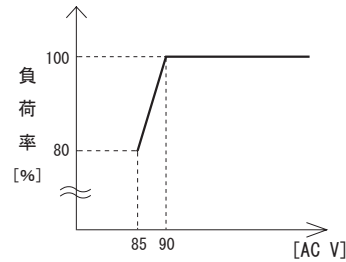

図6.2 入力電圧ディレーティング特性
- 入力電圧によるディレーティング特性を図6.2に示します。